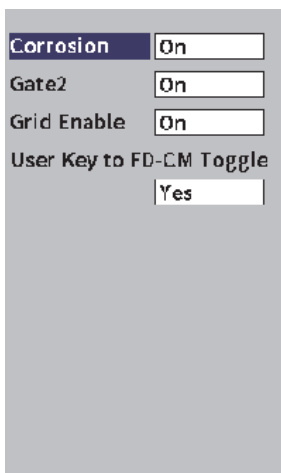

Рис. 11-34 Диалоговое окно Коррозия
3. Выберите значок **Коррозия** () , чтобы открыть диалоговое окно **Коррозия** (см. Рис. 11-34 на стр 224). Подробнее о диалоговых окнах см. в «Навигация по диалоговым окнам и страницам настройки» на стр. 40.